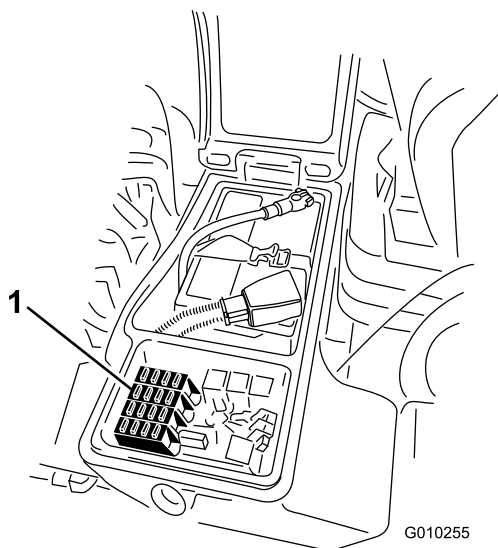

Figura 52
1. Afloje el enganche de la cubierta de la caja de almacenamiento derecha y eleve la cubierta (Figura 51) para exponer el bloque de fusibles (Figura 52).
2. Sustituya el fusible o los fusibles abiertos tal y como sea necesario (Figura 52).